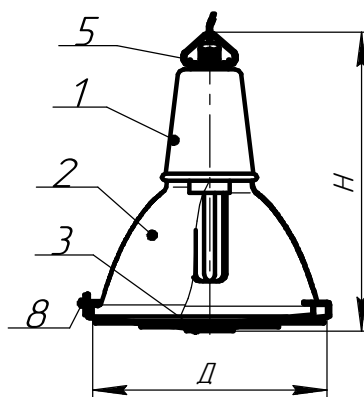
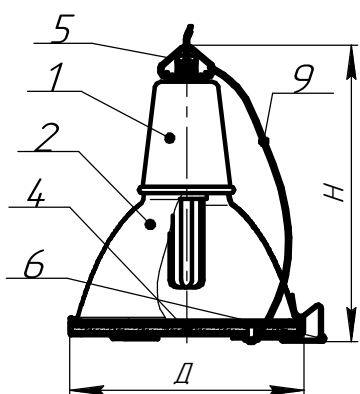

Рисунок 2
Рисунок 3
6.3 Светильники модификаций ФСП17-105, 250-022 (См. рисунок 2 приложение А)
6.4 Светильники модификаций ФСП17-105, 250-032 (См. рисунок 3 приложение А)
или рисунок 2, или рисунок 3,